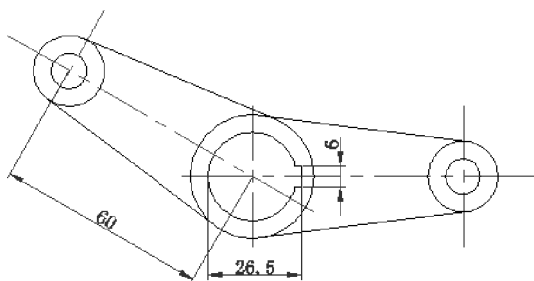

图 8-51 标注线性尺寸
2) 按空格键/回车键或单击【标注】工具栏 | 【对齐】按钮，同样操作标注其他线性尺寸，结果如图 8-51 所示。